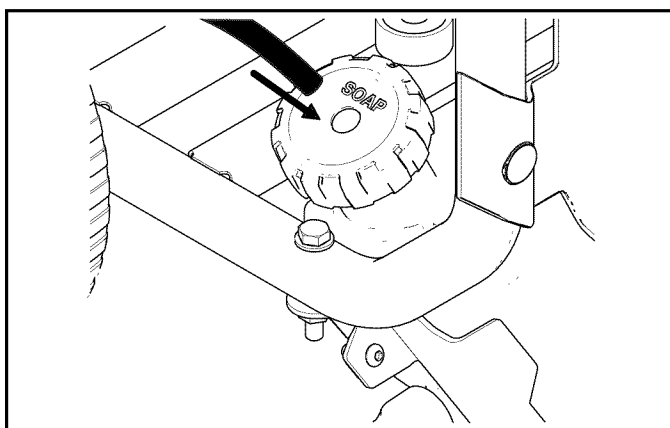

Figura 4-23. Instalación del tubo de sifón
4. Inserte el filtro en el extremo del tubo de sifón a través del agujero en la tapa del tanque para sustancias químicas (Figura 4-23).